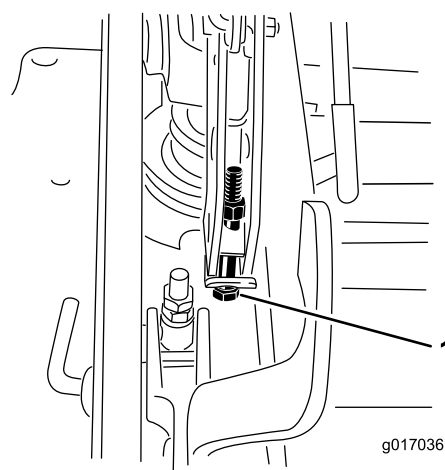

**Figure 87**
12. Pour régler le système monopoint, desserrez les deux boulons au bas de la plaque de hauteur de coupe. Reportez-vous à Figure 87.
14. Serrez les deux boulons au bas de la plaque de hauteur de coupe (Figure 87). Serrez à un couple de 37 à 45 Nm (27 à 33 pi-lb).